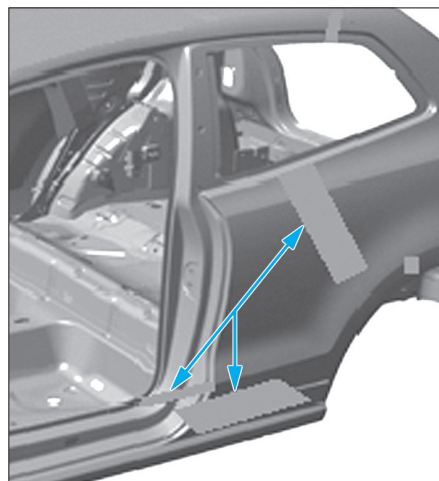

FIG. 67
- Apposer les mousses (Fig.67).